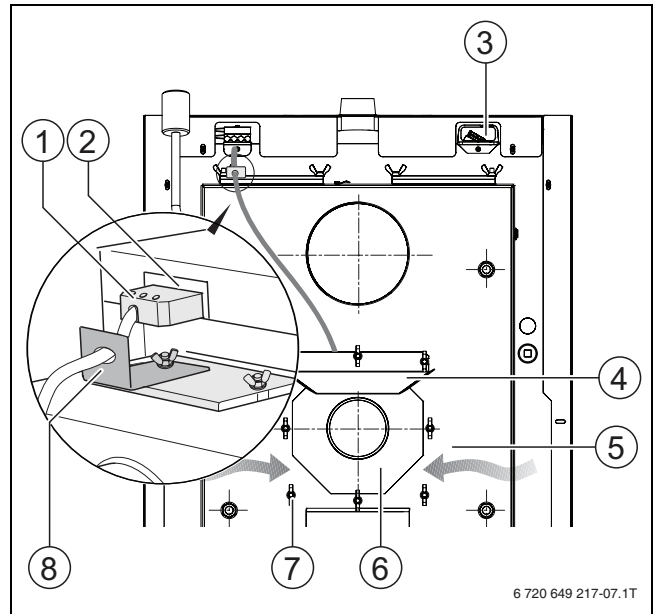

Fig. 14 Instalarea suflantei pentru gaze arse
- ▶ Așezați flanșa suflantei pentru gaze arse pe șnurul de etanșare care se află pe colectorul de gaze arse (→ Fig. 14, [5]) și fixați cu ajutorul piulițelor fluture (→ Fig. 14, [7]).
- ▶ Montați tabla de protecție (→ Fig. 14, [4]) peste suflanta pentru gaze arse (→ Fig. 14, [6]).
- ▶ Fixați suportul pentru cablu (→ Fig. 14, [8]) cu ajutorul piuliței fluture pe gura de verificare a colectorului de gaze arse.
- ▶ Introduceți ștecărul electric (→ Fig. 14, [2]) al suflantei pentru gaze arse în soclul cu 4 poli (→ Fig. 14, [1]).